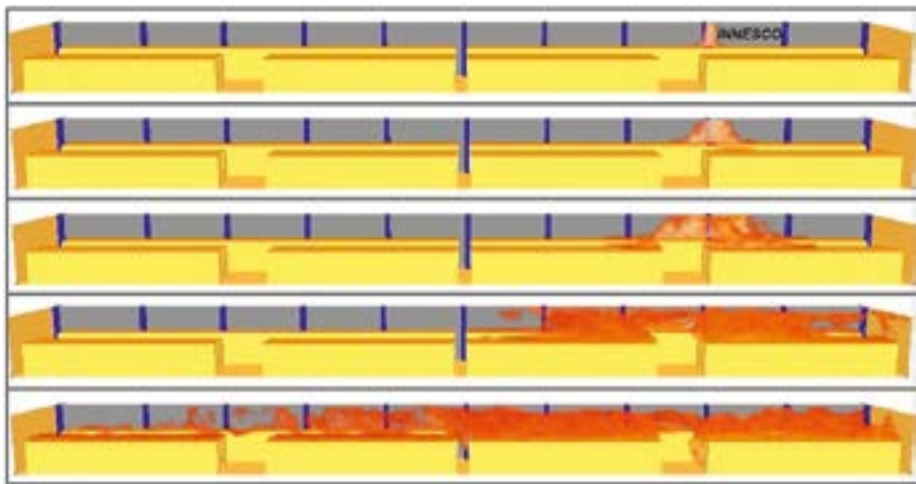

FIG 2. Output di FDS che riproduce il propagarsi di un incendio all'interno di un capannone industriale
- **curve naturali**: ricavate a valle di una complessa e articolata analisi, sia quantitativa che qualitativa, secondo i metodi della FSE, associate a uno specifico scenario d'incendio di progetto, si veda ad esempio **FIG 2**.